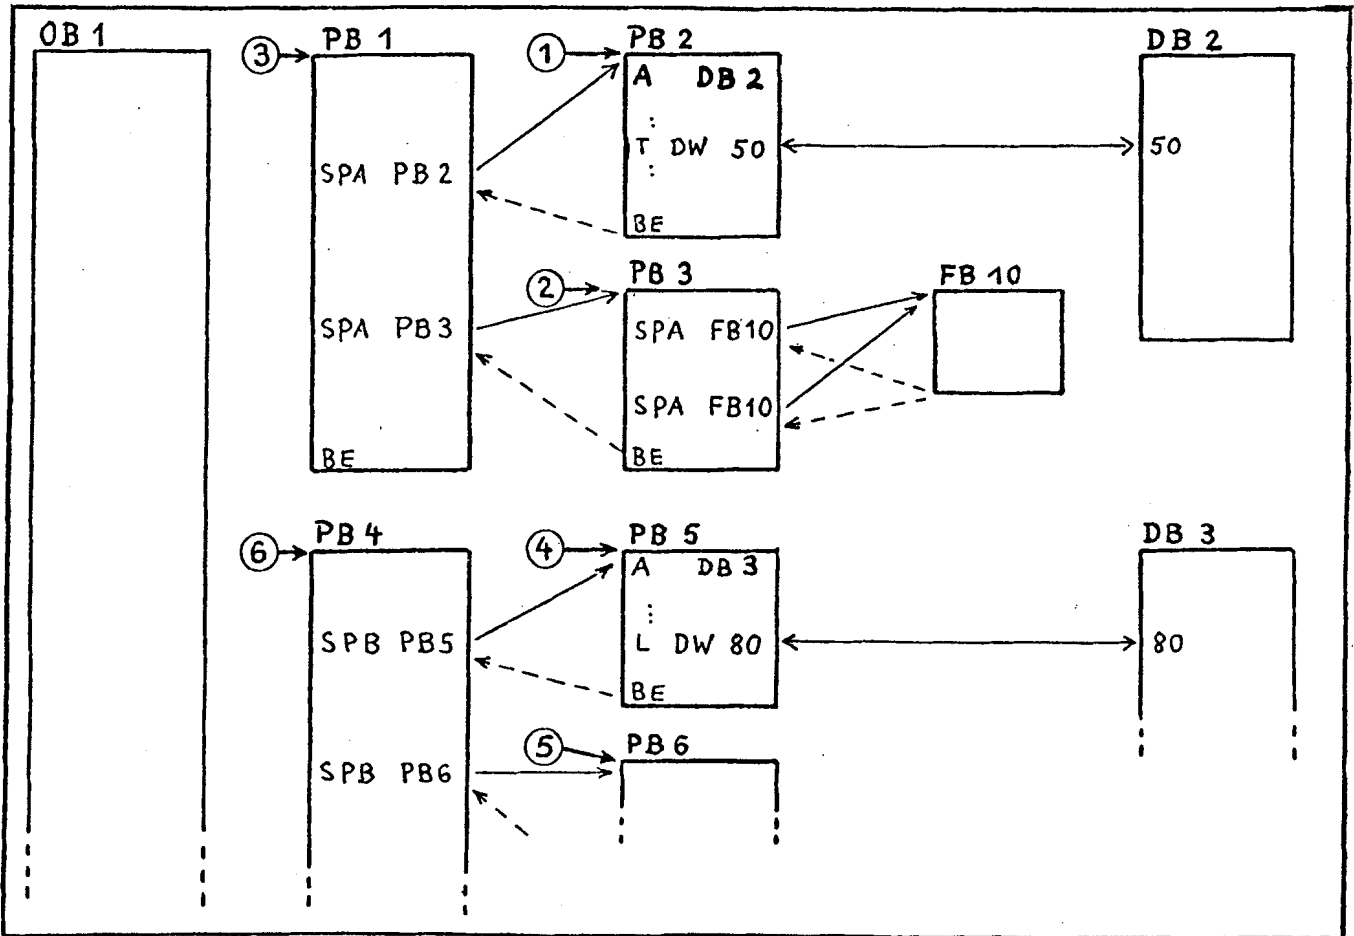

Fig. 12
- Nacheinander durch einen entsprechenden Aufruf im Organisationsbaustein OB1 einen Baustein des Anwenderprogrammes nach dem anderen prüfen. Immer bei dem letzten Baustein einer Bausteinkette beginnen (siehe Fig. 12)! Kontrollieren, ob bei dieser Teilprüfung auch der zugehörige DATENBAUSTEIN aufgerufen wird.